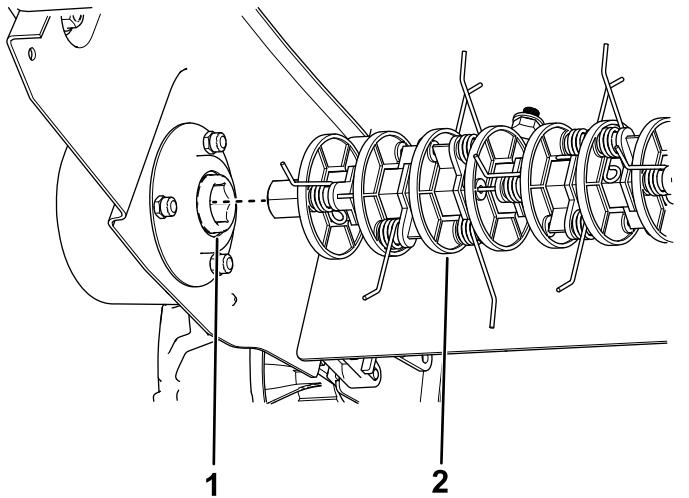

Figura 20
4. Fate scorrere l'altra estremità del gruppo albero per estrarlo dalla trasmissione e sostituitelo con il gruppo albero desiderato (Figura 20).